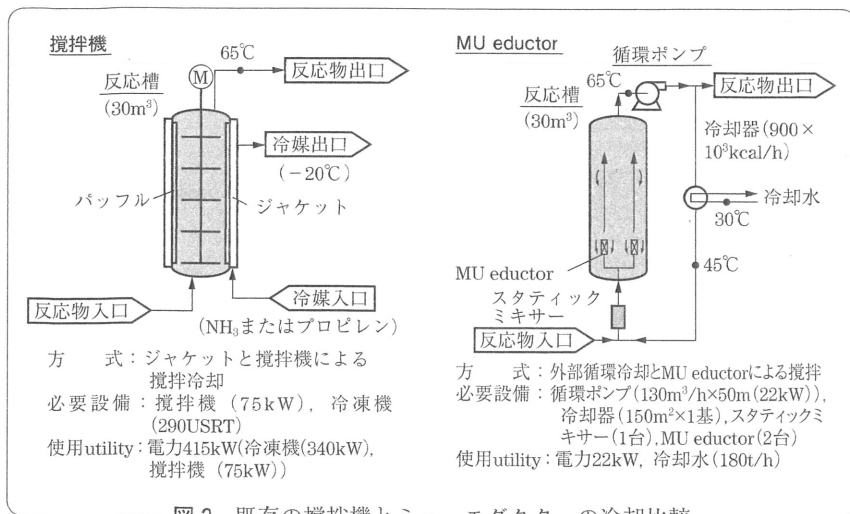

図2 既存の攪拌機とミューエダクターの冷却比較
1) 従来方式の攪拌機とエダクターの比較を示した図2の例を参考にした場合で、当社で試算した例では、既存の冷却方法に比べて所費電力が20分の1に削減できている。冷凍機が不要になることで大幅な経済メリットが生まれる。